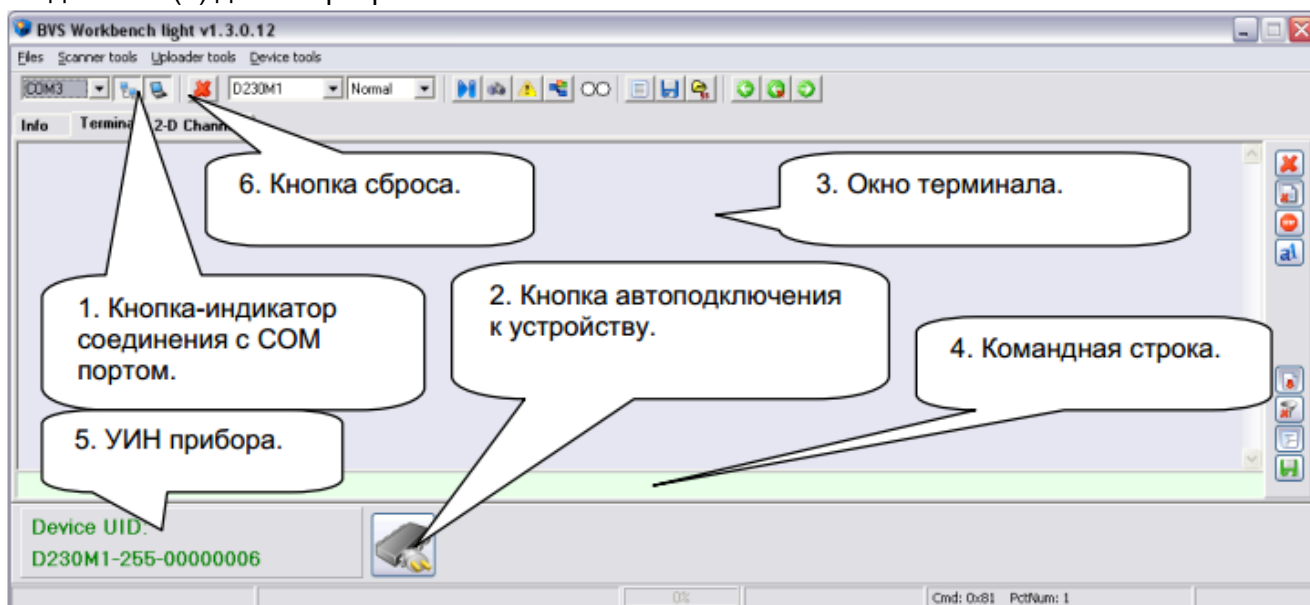

Рисунок 10.3.1
3. Запустить программу "bvsWorkbench Light", нажать кнопку автоподключения к устройству (2) (см.рис.10.3.1). При правильной работе, кнопка-индикатор соединения с COM-портом (1) перейдет в нажатое состояние. Если прошивка устройства не повреждена, или хотя бы не поврежден начальный загрузчик основной прошивки, в окно идентификатора прибора будет выведен УИН (уникальный идентификационный номер) прибора.